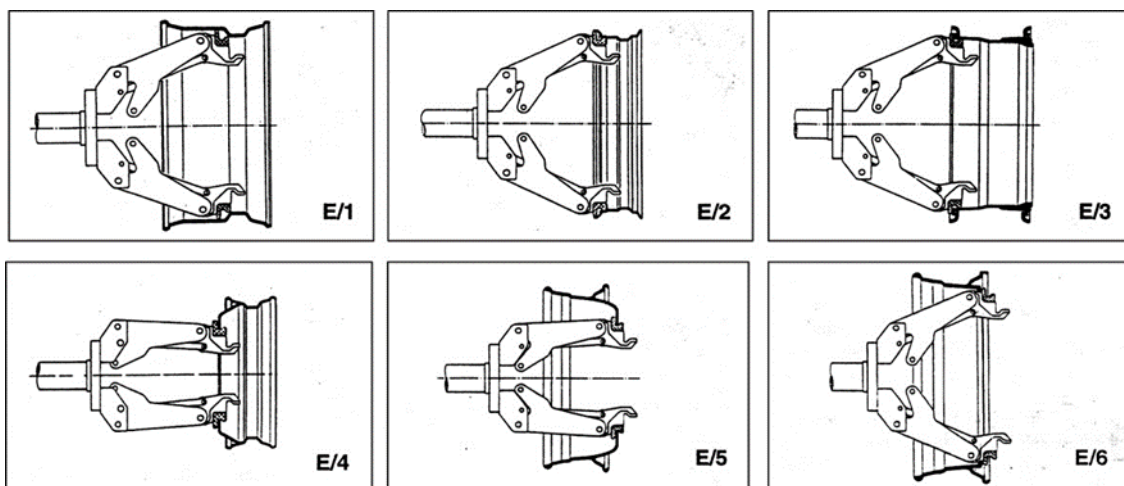

Bild 10
- 5) När hakorna av sammansättningsklorna (22, Bild 4) är stängda, rör däck mot koncentrationscyindern. Använd cylinderns brytare (9, Bild 7) för att få klorna att öppna och låsa på insidan av fälgen. Den bästa låsningspositionen kan väljas från alternativen i Bild 10, men den säkraste sätt att hålla däcken på plats är normalt att låsa fast i kanten av det centrala hålet.
Om det finns ett spår på insidan av fälgen, grip däck på det sättet att spåret är nära fälgens sida som är riktad bort från maskinen (E/1, Bild 10).
10) Fastna klinchpressen på fälgens lägre kant (klockan sex) på yttre sidan av den andra klinchen (Bild 10/N).